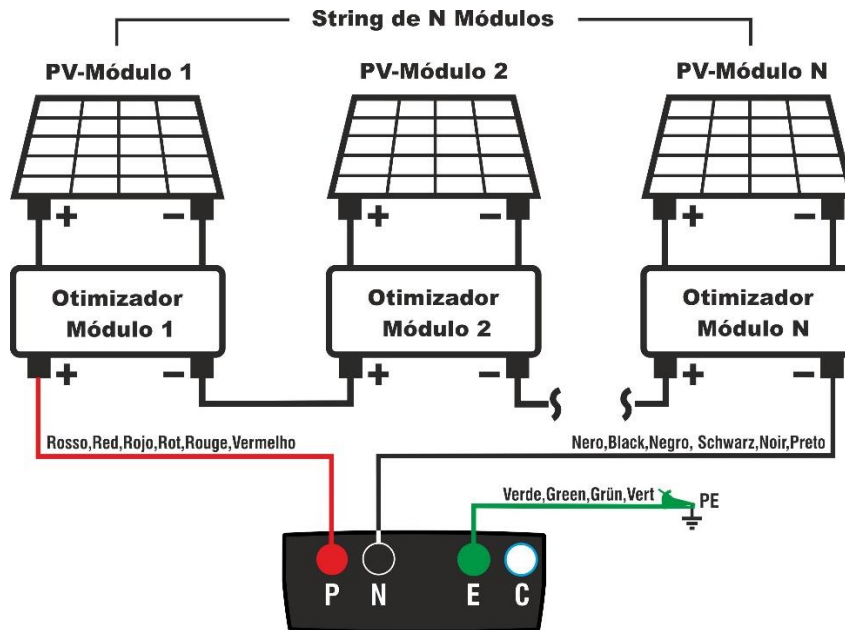

Fig. 10: Ligação do equipamento para medição do isolamento com otimizadores
5. Ligar o equipamento à saída da série de otimizadores associada à string em ensaio, conforme ilustrado na Fig. 10. Em particular ligar o polo positivo à saída do **primeiro otimizador** ao terminal P, o polo negativo à saída do **último otimizador** ao terminal N o terminal E ao nó principal de terra da instalação
4. Ligar o equipamento à saída da série de otimizadores associada à string em ensaio, conforme ilustrado na Fig. 10. Em particular ligar o polo positivo à saída do **primeiro otimizador** ao terminal P, o polo negativo à saída do **último otimizador** ao terminal N ou ao terminal E ao nó principal de terra da instalação